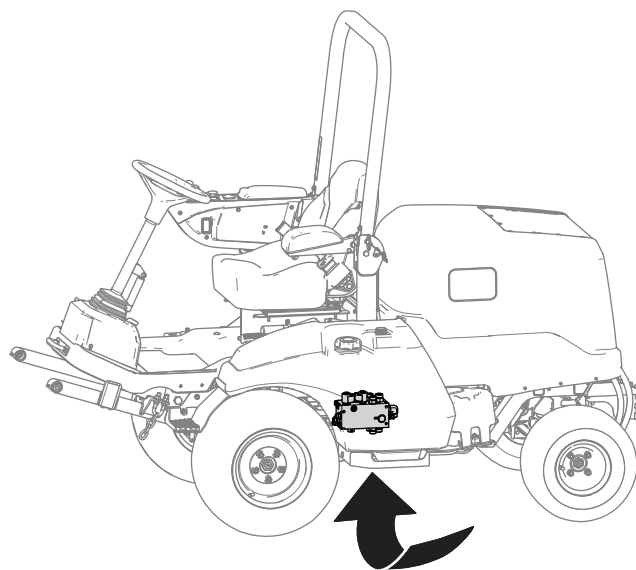

Figure 19
3. Localisez le collecteur de levage sous la machine (Figure 19).